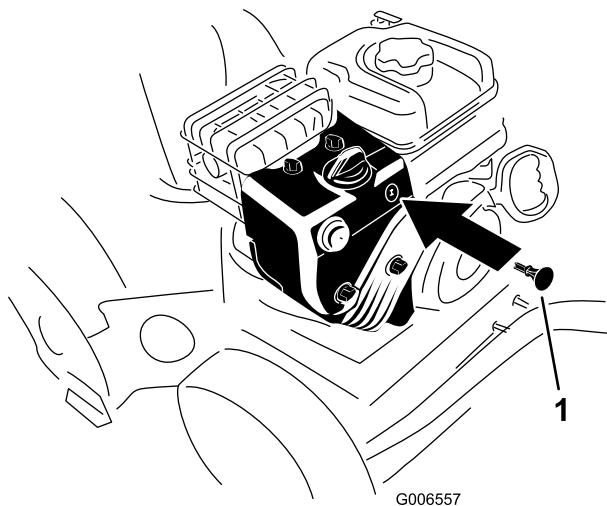

Figure 20
3. Insérez la clé de contact dans le commutateur d'allumage (Figure 20).